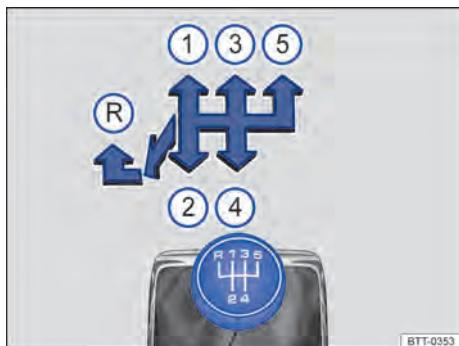
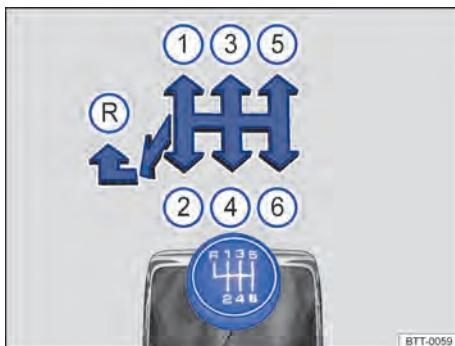

Fig. 106 Esquema de troca da transmissão manual de 5 marchas.
Fig. 107 Esquema de troca da transmissão manual de 6 marchas.
As posições de cada marcha estão representadas na alavanca da transmissão ⇒ Fig. 106 ou ⇒ Fig. 107.
- Empurrar a alavanca da transmissão totalmente para a esquerda e depois para frente até a posição de marcha à ré ⇒ Fig. 106 (R) ou ⇒ Fig. 107 (R).